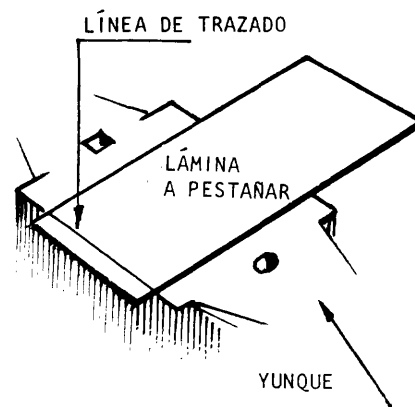

Fig. 1
- ___ a Coloque la chapa de tal manera que el trazado para la pestaña coincida con la arista del yunque (fig. 1).